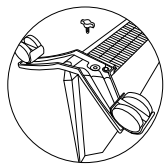

Fig. 7
3. Siguroni shasinë duke përdorur një shtojcë të veçantë, e cila ndodhet në paketim (Fig. 7).